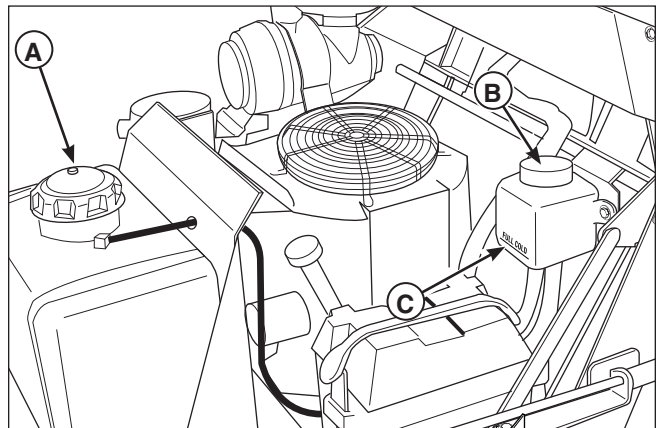

Figura 11. Serbatoio del carburante, serbatoio dell'olio e filtro del carburante
1. Togliere il tappo del carburante (A, Figura 11).
Il filtro del carburante (D, Figura 11) è situato nella linea del carburante tra il serbatoio del carburante e il carburatore, vicino alla pompa del carburante. Se il filtro si sporca o intasa, sostituirlo nel modo seguente:
1. Esaminare il serbatoio dell'olio idraulico (B, Figura 11). Il livello dell'olio dovrebbe raggiungere il segno "FULL" (pieno) (C).